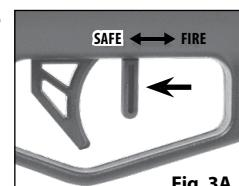

Fig. 3A
2. La sûreté est sur la position "SAFE" et la sûreté de l'arme à air comprimé est ENCLENCHÉE ("ON SAFE") lorsque le levier de sûreté est en position arrière sur "SAFE" (près de la détente) et qu'il ne peut aller plus loin en arrière. (Fig. 3A).